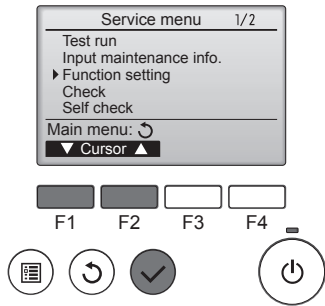

Fig. 6-2
6.2. Remote controller (Fig. 6-2)
- (Fig. 6-2)